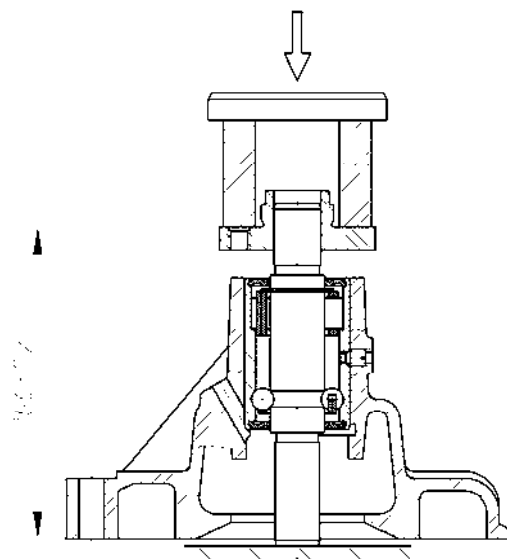

Рис.96. Напрессовка ступицы шкива водяного насоса
- напрессовать на валик подшипника ступицу шкива насоса, выдержав размер (106,0 ±0,2) мм (рис.96);